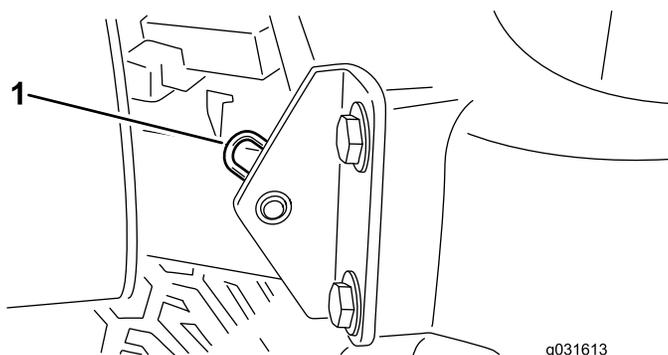

Figura 34
2. Togliete la coppiglia che fissa il perno del cofano alle staffe di montaggio (Figura 34).